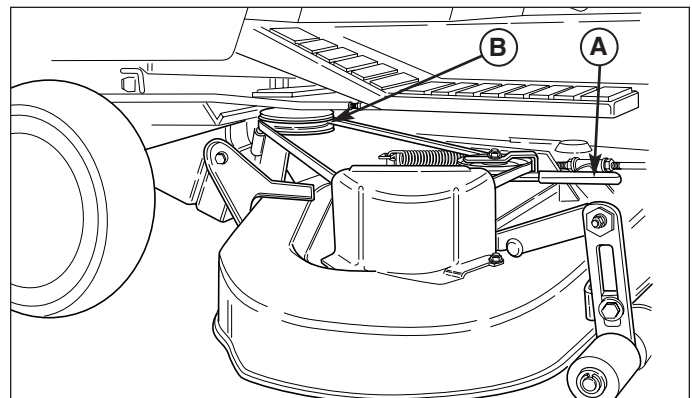

Figure 10. Dépose et installation de la courroie
5. Retirer la courroie de la poulie de PDF (B, figure 10).
5. Voir la figure 10. Déplacer le bras de tension (A) pour détendre la courroie. Engager la courroie sur la poulie de PDF (B).